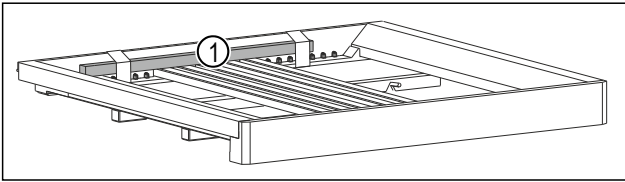

Fig. 7*
- ▶ Távolítsa el a farudat Fig. 7 (1)*